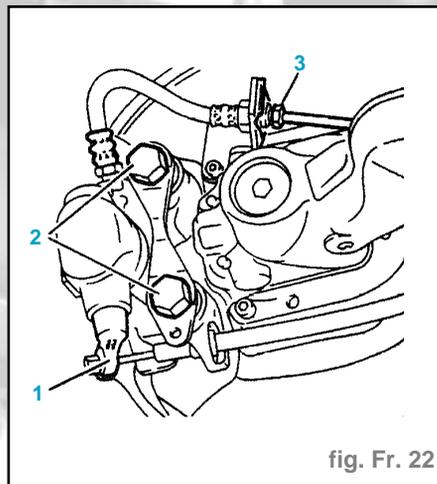

fig. Fr. 22
- Désaccoupler le câble de frein à main du levier (1) (fig. Fr. 22).
- Débrancher le raccord (3).
- Déposer (fig. Fr. 22) :
- les vis (2),
- Reposer (fig. Fr. 22) :
- les vis (2).
- Rebrancher (fig. Fr. 22) :
- le raccord (3) sans oublier le cavalier.
- Graisser le logement de l'embout de câble de frein à main sur le levier (1).
- Accoupler le câble de frein à main au levier (1).